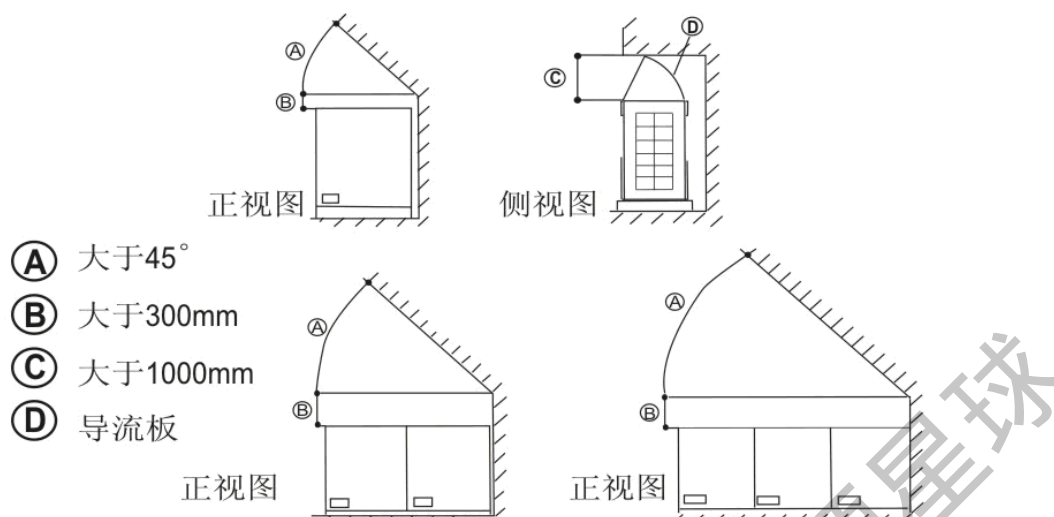

图 1：安装维修表面示意图
- 2.1 请确保必要的安装检修空间，且同一系统内模块必须摆放在同一高度，参照图 1。